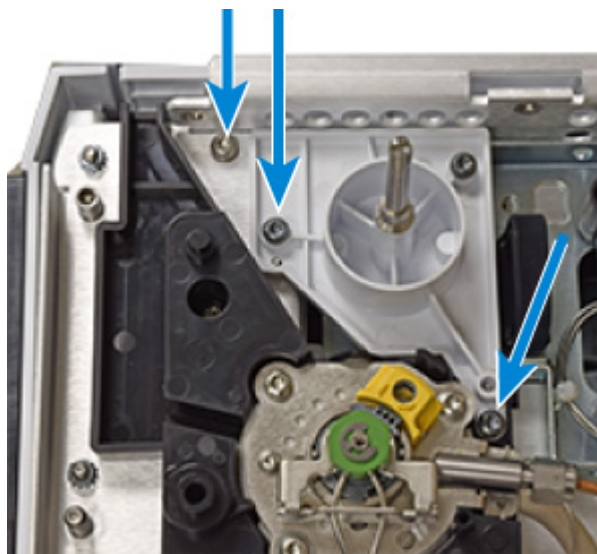

Figura 8 Avviare la manutenzione guidata
- 2 Lanciare la procedura guidata della manutenzione GC (Figura 8) e seguire le indicazioni. La procedura guidata guiderà attraverso i passaggi necessari per sostituire la coda del rivelatore. Questi passaggi sono indicati di seguito per riferimento.